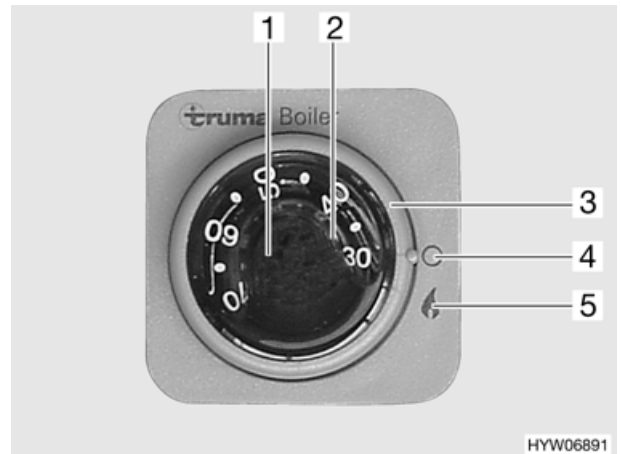

Fig. 46 Interruttori di comando per boiler Truma
- Accendere il boiler agendo sull'interruttore girevole (Fig. 46,3) posizionandolo su "🔥" (Fig. 46,5). La luce spia verde "Funzionamento" illumina la manopola (Fig. 46,1). In caso di guasto si accende la luce spia rossa (Fig. 46,2) (vedi capitolo 14).
- Impostare con la manopola (Fig. 46,1) la temperatura desiderata dell'acqua.
- Ruotare l'interruttore girevole (Fig. 46,3) su "🔸" (Fig. 46,4).
In caso di guasto si accende la luce spia rossa (Fig. 46,2) (vedi capitolo 14).
- Spegner il boiler. Ruotare del tutto a sinistra la manopola (Fig. 46,1).